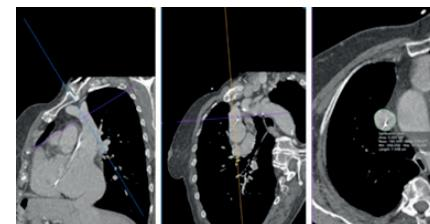

Figure 4 : Ajuster les plans
1. Placer le point d'intersection des lignes au point d'intérêt. Recommencer pour les 3 plans présentés sur l'écran MPR 3D (Figure 4).